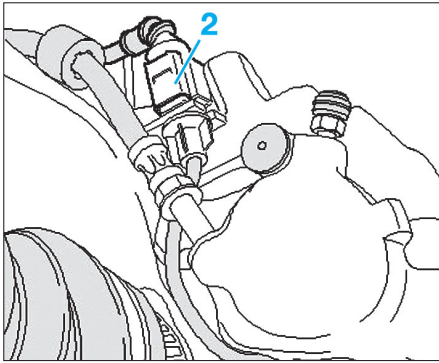

Fig. 23
- Sur les véhicules équipés d'un indicateur d'usure des plaquettes de frein, débrancher en plus le connecteur (2) (Fig.23).